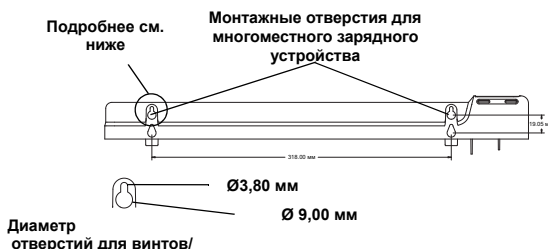

Рис. 3. Настенное крепление
2. Используя габаритные размеры устройства, отметьте места для отверстий, как показано на Рис. 3.